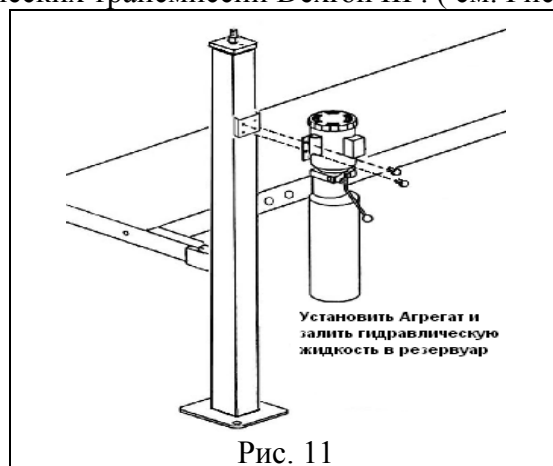

Рис. 11
1. Закрепить агрегат и кронштейн воздушного клапана на кронштейне стойки, используя 5/16" x 3/4" болт с гайками с нейлоновыми вставками. Заполнить резервуар гидравлическим маслом 10-WT или жидкостью для автоматических трансмиссий Dexron III . (см. Рис.11)